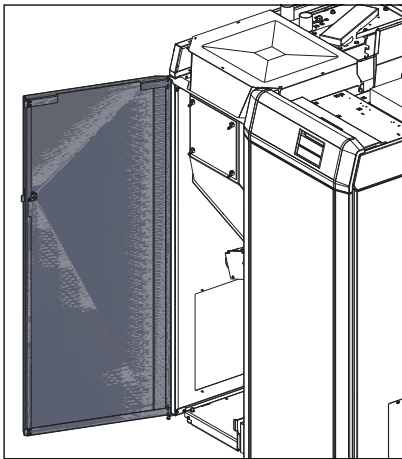

Fig. 93 Verkleidungstür oben und unten einhängen
- ▶ Verkleidungstür in Türlager oben einfädeln und unten einhängen – Fig. 93.